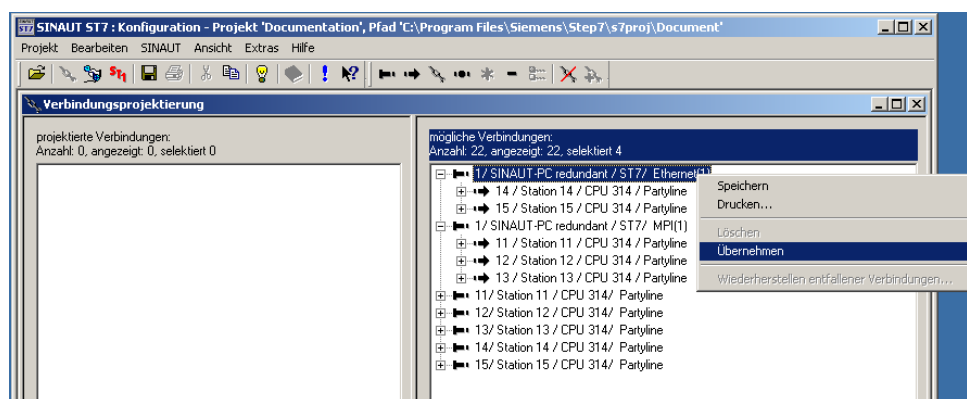

Bild 2-47 Übernahme von SINAUT-Verbindungen aus dem rechten Fenster
In Bild 2-47 wurde dies für den ST7cc-Teilnehmer durchgeführt. Unterhalb vom ST7cc Teilnehmer werden jetzt alle Teilnehmer angezeigt, zu denen eine SINAUT-Verbindung möglich wäre (im Beispiel zu den Stationen 11, 12 und 13). In der Regel wird für ST7cc eine Verbindung mit allen Stationen benötigt.
2. Wählen Sie im geöffneten Menü *Übernehmen* (siehe Bild 2-47).